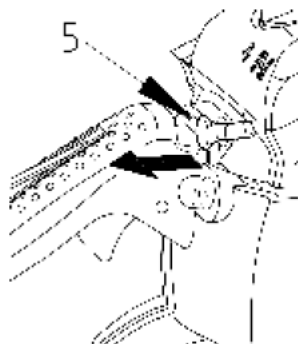

Рис. 6.4
5. Нажмите на праймер для предварительной подкачки топлива (рис.6.4 поз. 4) до тех пор, пока топливо не поступит в праймер.